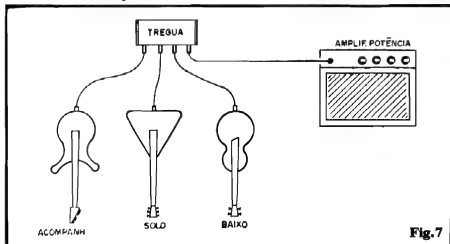

Fig. 7
- **FIG. 7 - USANDO O TREGUA** - Já terá ficado mais do que óbvio, mas em todo caso o diagrama mostra a inter-conexão dos instrumentos, TREGUA e amplificador final de Potência... Quanto aos ajustes, trata-se de questão de gosto individual, ou das próprias necessidades dos arranjos musicais, etc. Os músicos de plantão, aqui no Laboratório de APE, recomendam a seguinte fórmula: